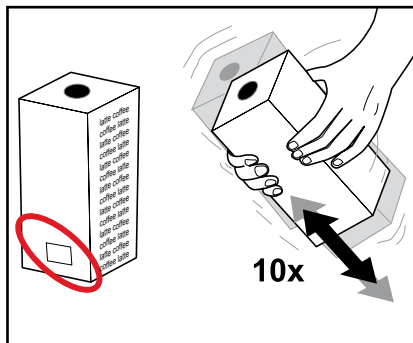

Bild 2
- Observera det bäst-före-datum som står tryckt på förpackningen (bild 2).
2. Skaka produktförpackningen minst 10 gånger innan den sätts in i maskinen (bild 2).